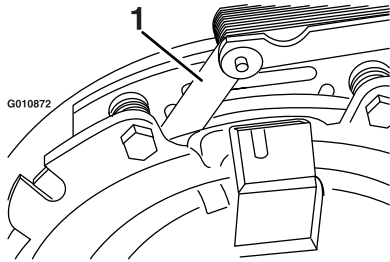
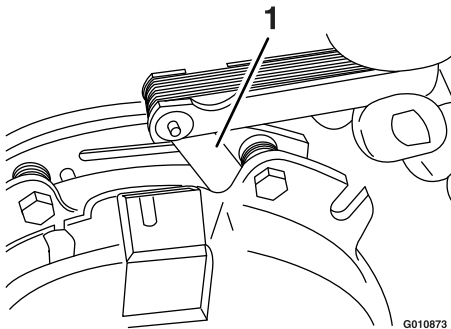

Figura 71
Figura 72
- E. Usando una galga de 0.25 mm (0.01"), compruebe la presencia de un espacio entre el rotor y la cara de la armadura en ambos lados del polo del freno, según se indica en Figura 71 y Figura 72.